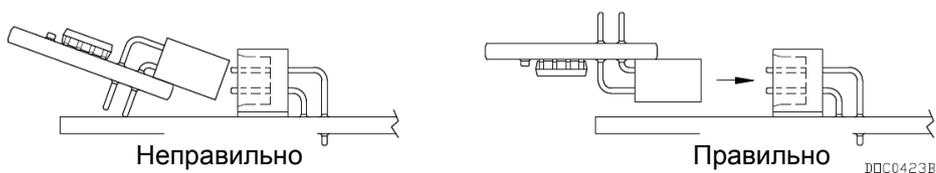

Рис. 2-10. Установка лицензионного ключа
6. Вдавите лицензионный ключ в разъем, чтобы надежно зафиксировать его. См. рис. 2-10.